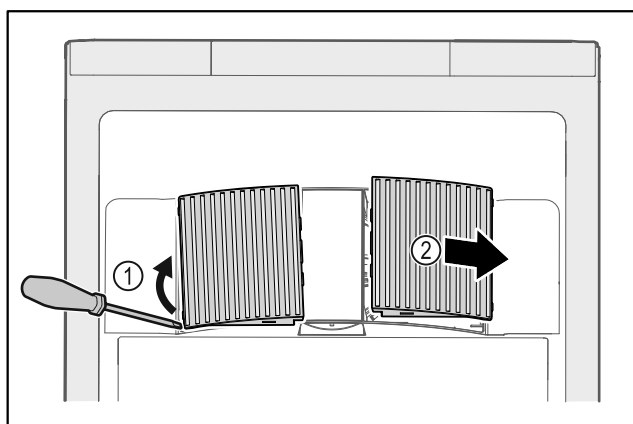

Fig. 161
- ▶ Abrir cuidadosamente las cubiertas del ventilador haciendo palanca por un lado Fig. 161 (1) y retirarlas hacia delante Fig. 161 (2).